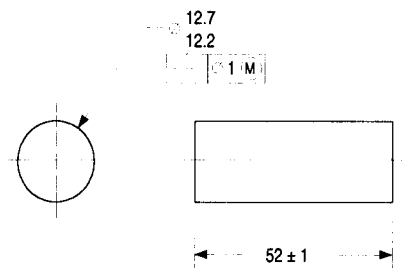

Figura 8
33. En la Figura 8, la condición virtual para el diámetro del perno es . . .